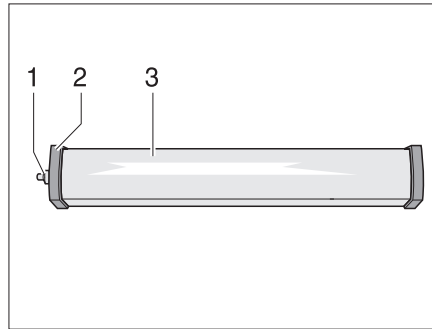

Bild 291 Raumleuchte
- Kappe (Bild 291,1) abschrauben.
- Deckel (Bild 291,2) abnehmen.
- Leuchtenabdeckung (Bild 291,3) leicht zusammendrücken und abnehmen.